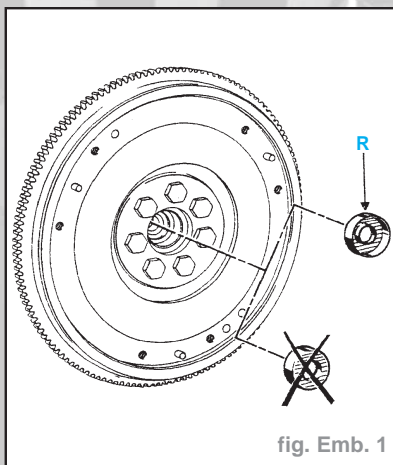

fig. Emb. 1
- Dégraisser l'alésage du vilebrequin recevant la bague (R) (fig. Emb. 1).